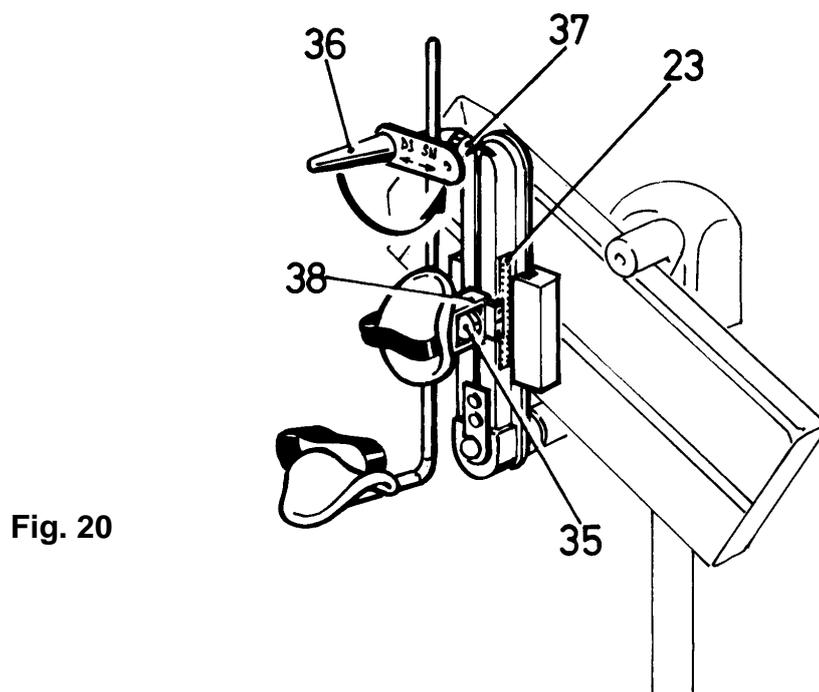

Fig. 20
- posizionare l'impugnatura (36) nella posizione DS o SN come indicato dall'adesivo, per fare ciò è necessario svitare ed avvitare nella giusta posizione l'impugnatura (fig.20)
- Regolare l'impugnatura (36) per adattarla alla lunghezza dell'arto del paziente, per ottenere ciò allentare il pomello (37) muovere il supporto e stringere il pomello (37)(fig.20).